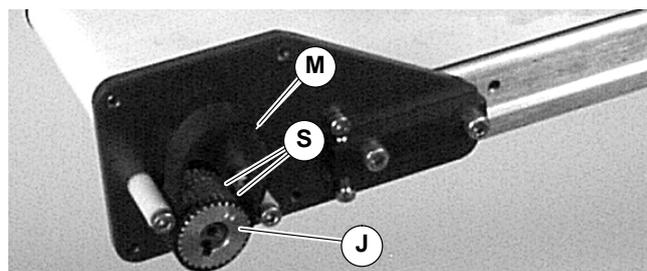

Abbildung 6
7. Abtriebszahnscheibe installieren (J siehe Abbildung 6). Zwei (2) Stellschrauben mit 3,7 Nm festziehen.
8. Zahnriemen (M siehe Abbildung 6) über Abtriebszahnscheibe (J) und zwischen Spurkranz (S) legen.